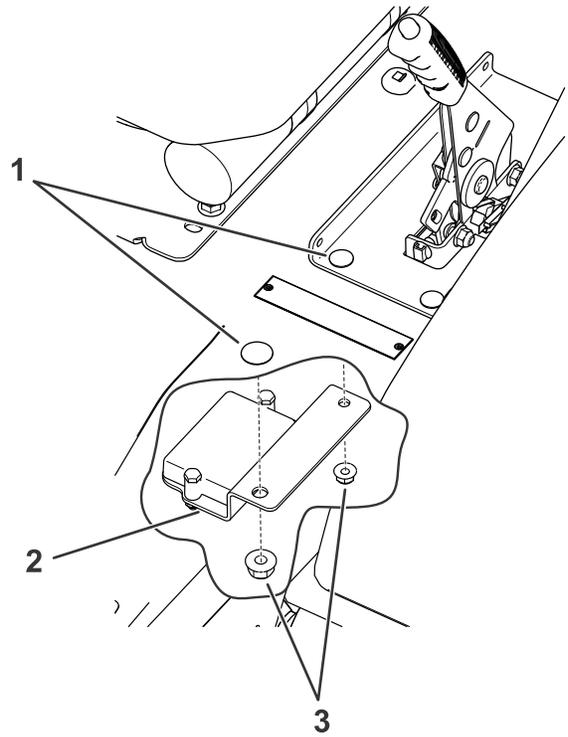

Figura 3
6. Sujete el soporte de montaje a la máquina usando los pernos y las tuercas (Figura 3).
5. Retire las tuercas indicadas en la Figura 3.